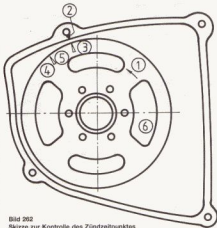

Bild 262
Zur Kontrolle des Zündzeitpunktes müssen Markierungen am Motorgehäuse und am Magnetrotor angebracht werden (siehe hierzu Bild 262).
- Bei Abweichungen von den Sollwerten kann man versuchen, durch Vergrößerung oder Verkleinerung des Luftspaltes zwischen Magnetrotor und Impulsgeber-Spule geringe Korrekturen zu erzielen. Siehe hierzu Bild 250, Detail 8 und Bild 262, Detail 6.